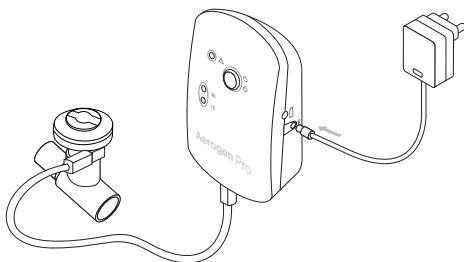

Abbildung 5. Netzteil anschließen
- 5 Für den Betrieb an einer Wechselstromquelle (Hauptbetriebsmodus) das Aerogen Pro Netzteil am Aerogen Pro Steuergerät anschließen und das Netzteil an einer Netzsteckdose anschließen (Abbildung 5).